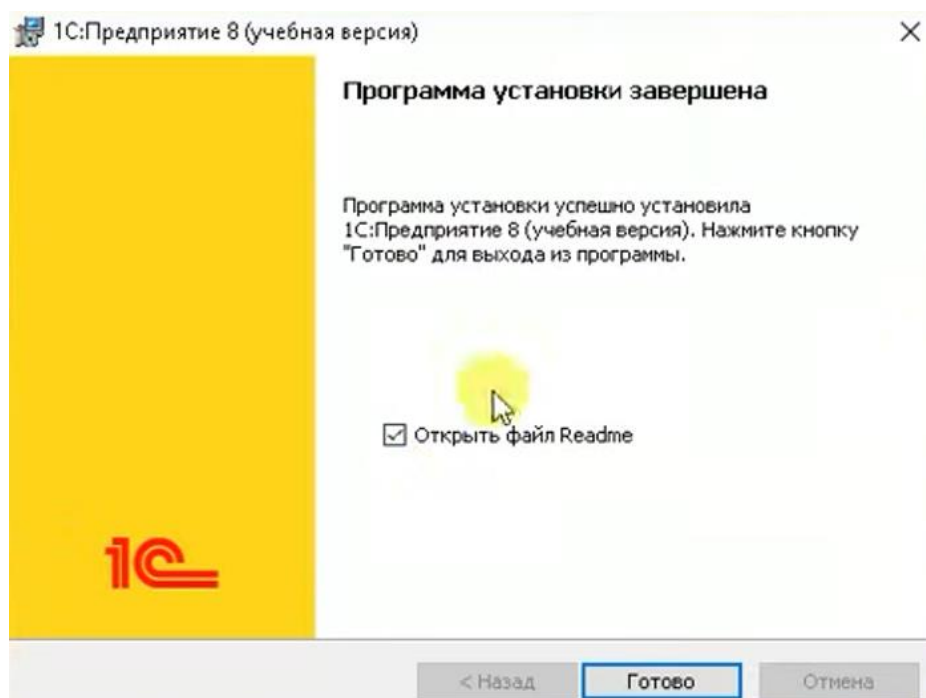

Рисунок 4 – Завершение установки «1С:Предприятие»
9. Дождитесь завершения установки и нажмите «Готово» (смотреть рисунок 4).